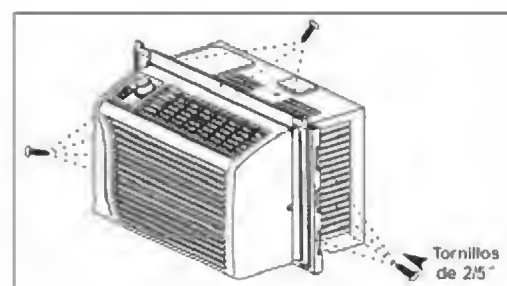

Fig. 2
2. Une el sello del canal al fondo del canal, e instala el canal superior al aire acondicionado con los tornillos, e inserta las guías del bastidor de la cortina hasta las guías de la unidad, y después sujeta las cortinas a la unidad con los tornillos. Vea Fig.2.